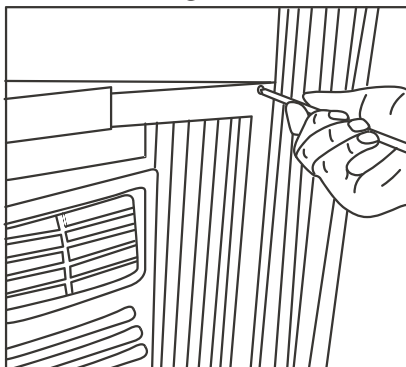

Fig.9
- 5 Tourner les vis de blocage de 1/2"(12.7mm) à travers les trous du cadre dans le cadre de la fenêtre (Fig.9/10).